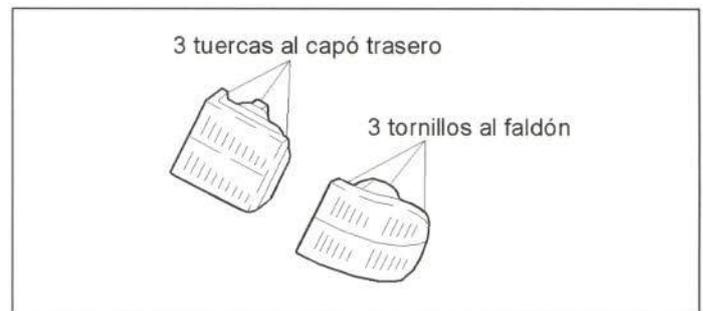

Figura 45.- Unión del piloto trasero
En la figura 45 se muestra la unión de este elemento con el resto de la carrocería.
- Piloto (figura 45).
- Pilotos (figura 45).